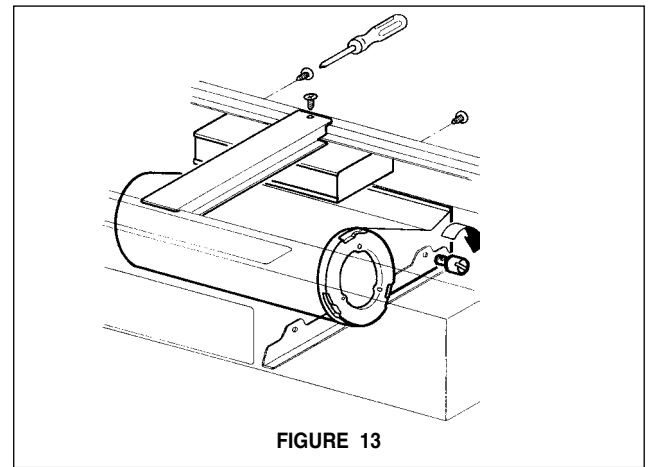

FIGURE 13
2. Tourner le ventilateur sur 180° de façon à ce que l'évacuation se fasse vers l'avant de la hotte. Replacer les deux écrous à oreilles de chaque côté du ventilateur et serrer de façon à ce que le ventilateur soit fixé solidement à l'intérieur de la hotte, tel qu'il est indiqué à la **FIGURE 13**. Replacer la boîte de contrôle et le support central. S'assurer que le filage soit caché derrière le support central.